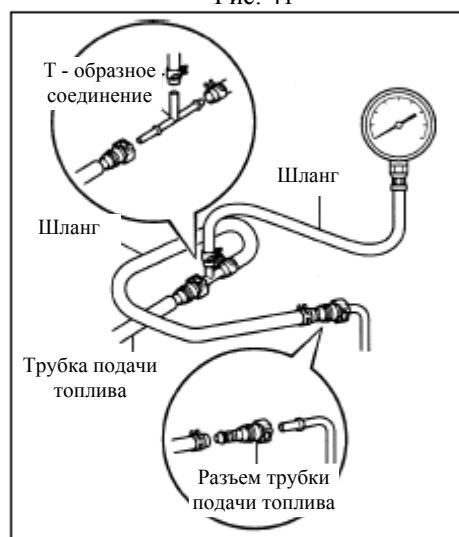

Рис. 42
(1) Проверьте напряжение на выходе аккумуляторной батареи, оно должно быть больше 12 В.
(2) Отсоедините кабель от отрицательной клеммы аккумуляторной батареи.
(3) Установите на трубку подачи топлива датчик давления (см. Рис. 42)
(4) Подсоедините кабель от отрицательной клеммы аккумуляторной батареи.
(5) Измерьте давление топлива.